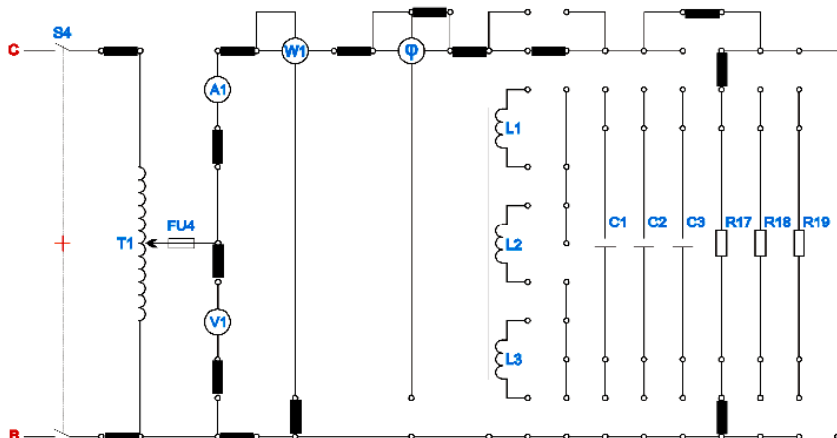

Рисунок 3.1 Монтажная схема для исследования ваттметра косвенным методом
1.2. Соберите схему рисунок 3.1.